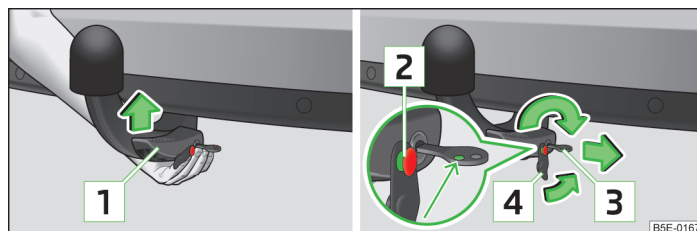

Fig. 144 Montage de la boule d'attelage / verrouillage de la serrure et mise en place du cache de serrure
- Prenez la boule d'attelage **par le bas** » fig. 144 et enfoncez-la dans le logement jusqu'à ce qu'elle s'enclenche de façon audible » .